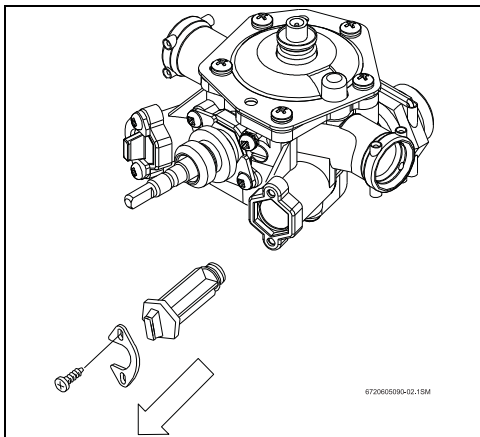

Bild 2
- ▶ Halterungen für Blindstopfen an der Wasserarmatur lösen. Blindstopfen für Kalt- und Warmwasser aus der Wasserarmatur nehmen (siehe Bild 2).